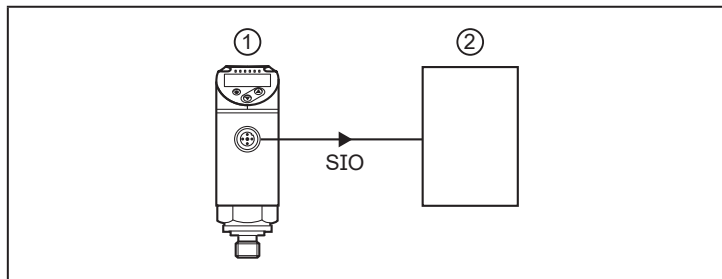

Abb. 4.1: Beispiel konventionelles Sensorsystem vor Einbindung des Datensplitters
-  Der angeschlossene Sensor / Aktor (→ Abb. 4.1) muss über IO-Link-Funktionalität verfügen.